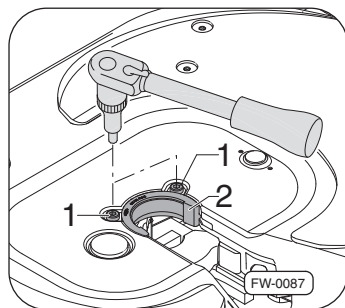

Рис. 28 · Замена защитного кольца
1. Выверните винты (2х) ⇒рис. 28, –поз. 1– и утилизируйте их.